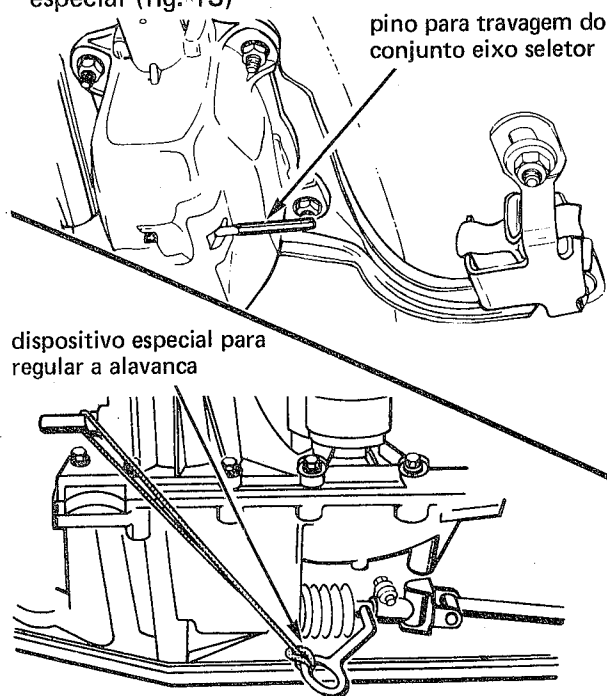

fig. 13
3. Puxar a alavanca de mudanças para baixo, através da abertura da carcaça do eixo seletor, e travar o conjunto com um pino de 3,5 mm de diâmetro (fig. 13)
5. Para equilibrar a folga, posicionar o eixo seletor em 4a. marcha, girando-o, no sentido horário, o máximo possível contra o batente, e mantendo-o nesta posição com o dispositivo especial (fig. 13)
5. Para equilibrar a folga, posicionar o eixo seletor na posição de marcha à ré, girando-o no sentido horário, o máximo possível, contra o batente, e mantendo-o nesta posição com o dispositivo especial (fig. 13)